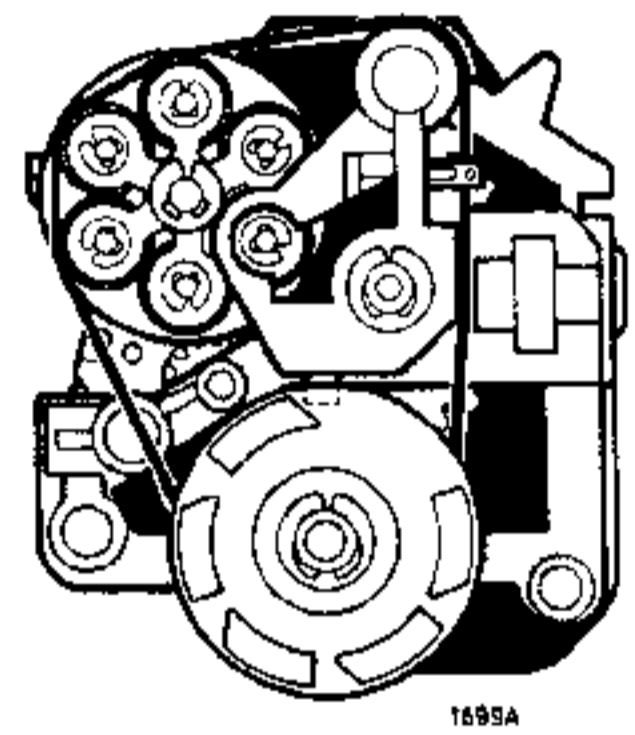

Fig. 3
- . Disposer l'axe du tambour de commutation 79 dans le trou "h", les cames se plaçant selon ce qui est indiqué en fig. 3.